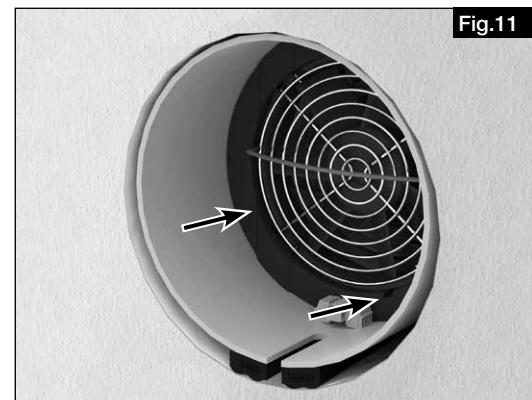

Fig.11
6. insérer l'unité de ventilation jusqu'au fond (grille extérieure) dans le manchon de montage mural (voir fig.11).